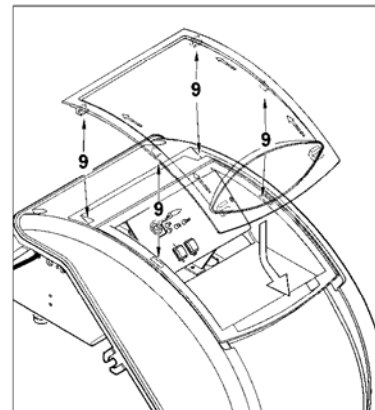

Рис. 5
- 5) Для обратной установки прозрачного щитка, его необходимо расположить так, как показано на рис. 5. Расположите крючки над соответствующими пазами и сдвиньте щиток в направлении, указанном стрелкой до щелчка. Теперь щиток закрыт.